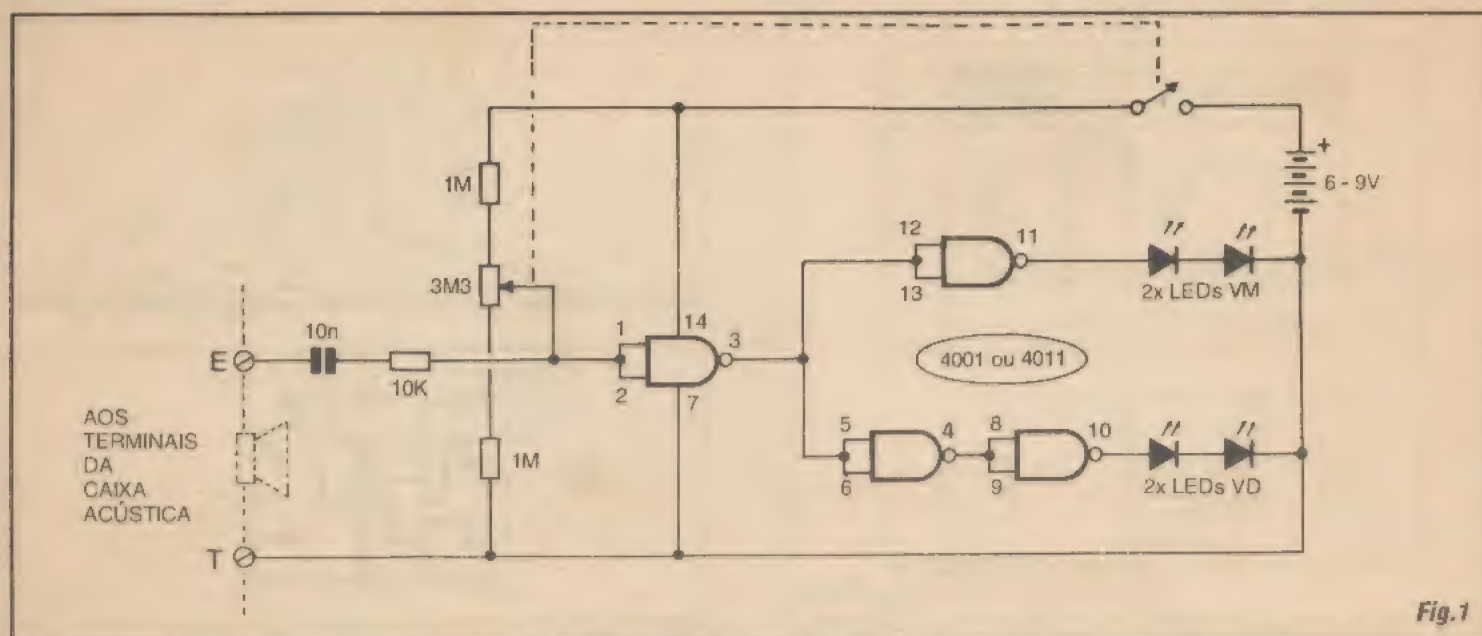

Fig. 1
- FIG. 1 - DIAGRAMA ESQUEMÁTICO DO CIRCUITO - *Simplérrimo*, o circuito da MIRD é totalmente centrado num integrado digital C.MOS tipo 4001 ou 4011, indiferentemente (já que os 4 *gates* internos são usados em funções *simples inversoras*, para o que não importam suas naturais capacidades lógicas **NOR** e **NAND**...). O primeiro dos *gates* (delimitado pelos pinos 1-2-3...) é usado como rústico conversor analógico/digital, ou como *enquadrador* de sinais, de elevada sensibilidade, através de um *truque* de polarização muito simples: sua *entrada* (pinos 1-2, *juntados*...) é previamente polarizada, com todo cuidado (via potenciômetro de 3M3 *ensanduichado* entre os dois resistores de 1M às linhas de alimentação...), de modo que *veja* um nível de tensão bastante próximo de qualquer dos dois limiares de transição do bloco digital (seja para reconhecer uma *descida* de nível, seja para aceitar uma *subida*...). Nessa pré-condição, qualquer pequeno acréscimo ou decréscimo de tensão aplicado à dita *entrada* faz com que o *gate sinta* o fato como se fosse uma nítida transição *digital*, promovendo o surgimento de estado *oposto* (já que o bloco assume função *inversora*...) na *saída* (pino 3...). O tal *pequeno sinal* ou *pequena alteração de tensão* é, no caso, obtido via capacitor de 10n e resistor protetor de 10K, diretamente dos terminais de alto-falante de qualquer sistema de amplificação com saída de 10W para cima (basta, por exemplo, ligar os pontos E-T aos próprios terminais de uma das caixas acústicas do *três em um* aí da sala do caro leitor/aluno...). Observar que a elevada impedância do bloco de entrada geral da
Ligada a *entrada* da MIRD aos terminais de saída para alto-falante do amplificador, conforme também ilustra o diagrama esquemático, no **FIG. 1** (num sistema estéreo, a MIRD pode ser ligada a apenas um dos dois canais, qualquer deles...), coloca-se para *rodar* uma fita, ou sintoniza-se uma emissora com música, ou ainda aciona-se um CD player, ou mesmo o velho toca discos (de vinil...), qualquer *fonte* de som musical, enfim... Ajusta-se volume, tonalidade (graves, agudos, equalização...) no dito sistema de som, conforme o gosto...